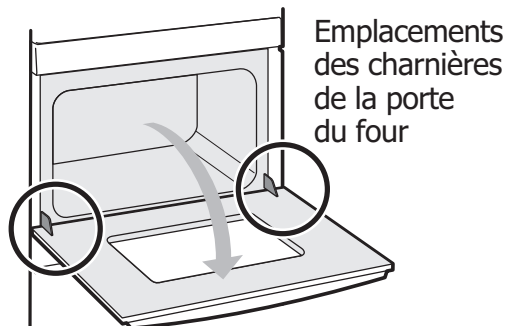

Figure 12 : Emplacement des charnières de la porte
1. Ouvrez complètement la porte du four, parallèlement au sol (Figure 12).
3. Ouvrez complètement la porte du four (parallèlement au sol (Figure 12).